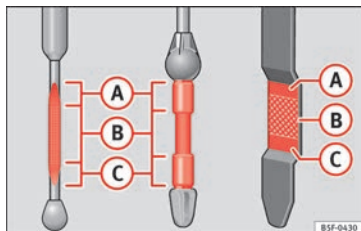

Fig. 238 Asta di misurazione livello olio motore
Se il livello dell'olio si trova al di sopra della zona » fig. 238 (A), non avviare il motore. Pericolo di danni al motore e al catalizzatore! Informare il Service Center.
Se il livello dell'olio si trova al di sopra della zona » fig. 238 , non avviare il motore. Pericolo di danni al motore e al catalizzatore! Rivolgersi presso un'officina specializzata.
Il livello dell'olio non deve superare assolutamente il settore » fig. 238 . L'olio in eccesso potrebbe essere aspirato attraverso lo sfianto del basamento ed essere liberato nell'atmosfera attraverso l'impianto di scarico.